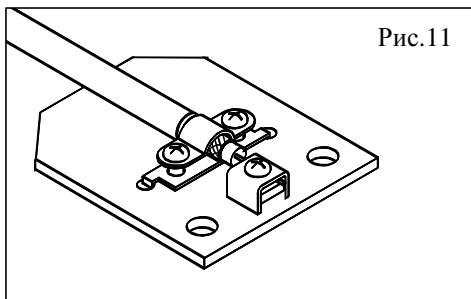

Рис.11
5.13. Зафиксировать подготовленный конец кабеля на плате (рис.11).